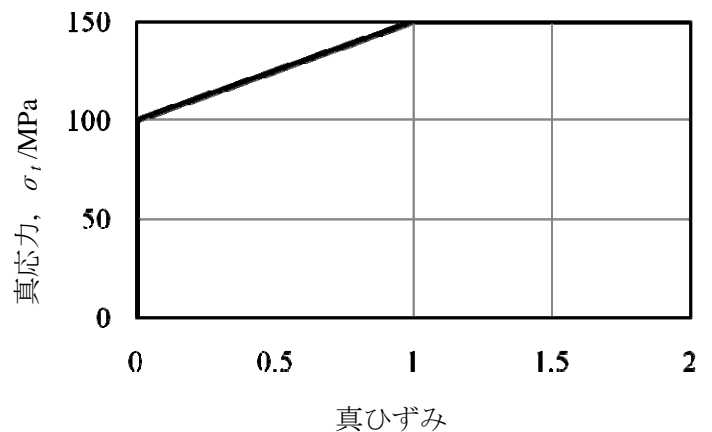

図1 金属Aの真応力 vs. 真ひずみ関係
① 製品の面積が大きくとれる加工法はどれか。
② 寸法精度・表面性状のよい加工法はどれか(ただし他の加工法を組み合わせないとする)。
③ 製品から引張試験片を多数採取して試験したとする時、伸びのばらつきが少ない加工法はどれか。
2. d_0 (直径)=50mm、 L_0 (長さ)=1000mmの金属Aの丸棒がある。これを塑性加工により直径20mm($=d_1$)の丸棒にしたい。どのような加工法が適当か。加工法を2つ挙げよ。各々について、①名称、②概略の説明(3行以内)、③模式図を、示すこと。ただし、単軸引張は加工法とはみなさないものとする。
3. 金属Aのヤング率 E は200GPa (2×10^{11} Pa)で、真応力 vs. 真ひずみ関係は図1に示す通りである。以下の問に答えよ。ただし回答途中に必要なならば、 $e=2.7$ 、 $e^2=7.4$ 、 $\ln 7=1.9$ 、 $\ln 4=1.4$ 、 $\ln 2=0.69$ を用いよ。
(1) 巨視的な説明を、次の2通りの形で行え。
① 元の高さ h_0 の3個の軟鋼円柱塊から、冷間圧縮により、高さの異なる3種類の円柱塊(高さ: h_1 、 h_2 、 h_3)を作り、圧縮後の各円柱塊および元の円柱塊の硬さを比べる。
② 図1の真応力 vs. 真ひずみ関係を用いる。
(2) 加工硬化の機構を設問4で挙げた格子欠陥に関係づけて微視的に説明せよ。